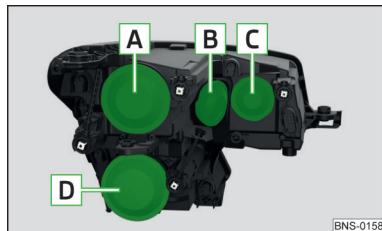

Fig. 370
Dispunerea becurilor cu incandescență » **fig. 370**
- Scoateți capacul de protecție **C** » **fig. 370 la pagina 318**.
- › Introduceți capacul de protecție **C** » fig. 370 la pagina 318.
- › Scoateți capacul de protecție **C** » fig. 370 la pagina 318.
- › Scoateți capacul de protecție **B** » fig. 370 la pagina 318.
- › Așezați capacul de protecție **B** » fig. 370 la pagina 318.
- › Scoateți capacul de protecție **A** » fig. 370 la pagina 318.
- › Așezați capacul de protecție **A** » fig. 370 la pagina 318.
- Scoateți capacul de protecție **D** » fig. 370 la pagina 318.
Așezați capacul de protecție **D** » fig. 370 la pagina 318.